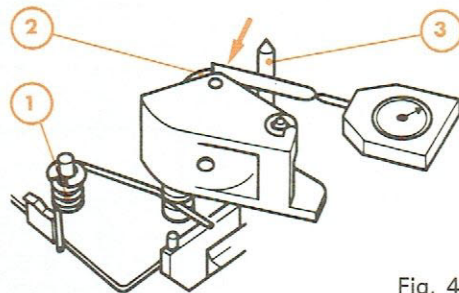

Fig. 4
A. CONTROLE DE LA FORCE D'APPUI DU GALET PRESSEUR (Fig. 4)
- Appliquer le palpeur d'un dynamomètre sur l'axe du galet presseur (2) et appuyer jusqu'à décoller celui-ci du cabestan (3)